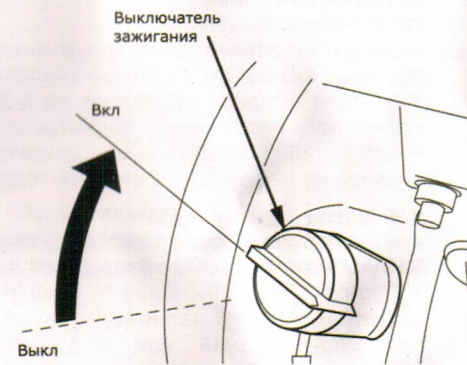

Рис.8
- Установите выключатель зажигания в положение «Вкл» (рис.8).